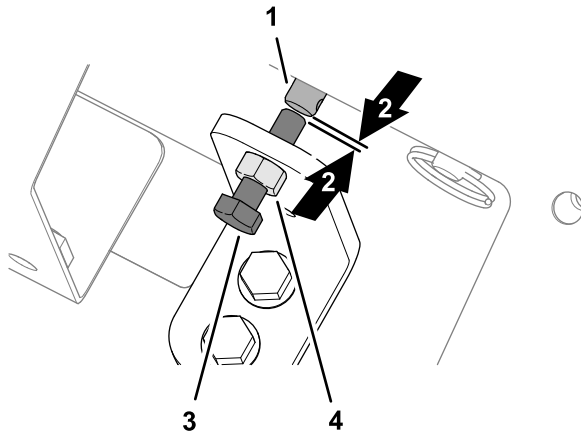

Figura 34
- Desaperte a porca de retenção no suporte de sobreposição manual (Figura 34).
- Rode o parafuso de cabeça sextavada de sobreposição da válvula no sentido contrário ao do relógio até ver uma pequena folga entre a extremidade do parafuso e a extremidade da haste do solenoide da velocidade de deslocação (Figura 34).
- Aperte a porca de bloqueio (Figura 34).